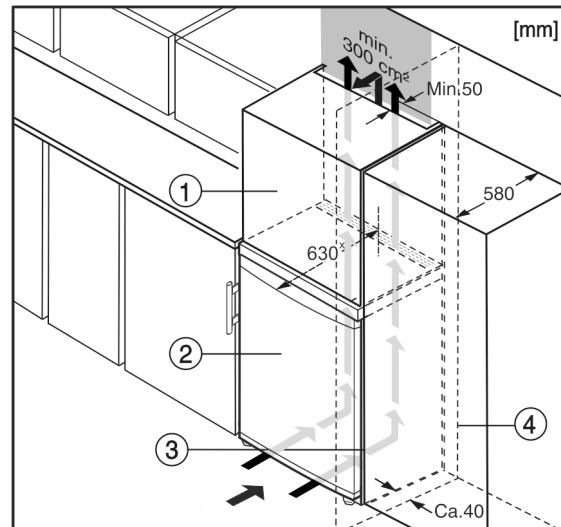

Fig. 10
Das Gerät kann mit Küchenschränken umbaut werden. Um das Gerät Fig. 10 (2) der Küchenzeilenhöhe anzugleichen, kann über dem Gerät ein Aufsatzschrank Fig. 10 (1) angebracht werden.
Beim Umbau mit Küchenschränken (Tiefe max. 580 mm) kann das Gerät direkt neben dem Küchenschrank Fig. 10 (3) aufgestellt werden. Das Gerät steht seitlich 34 mm \* und in der Gerätemitte 50 mm \* gegenüber der Küchenschrankfront vor.\*
Wenn das Gerät mit den Scharnieren neben einer Wand *Fig. 10 (4)* aufgestellt wird, muss der Abstand zwischen Gerät und Wand mindestens 40 mm betragen. Dies entspricht dem Griffüberstand bei geöffneter Tür.\*